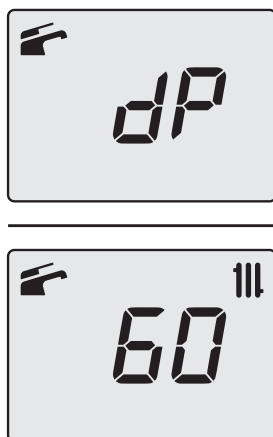

Figura 9.26
- Premendo ulteriormente il tasto 15 (Figura 9.20) è possibile variare nuovamente la potenza in modalità spazzacamino: con visualizzazione sul display LCD delle lettere **dP** che si alternano con il valore di temperatura dell'acqua di riscaldamento (es. **60**), siamo "funzione spazzacamino" alla potenza massima in sanitario (Figura 9.26);